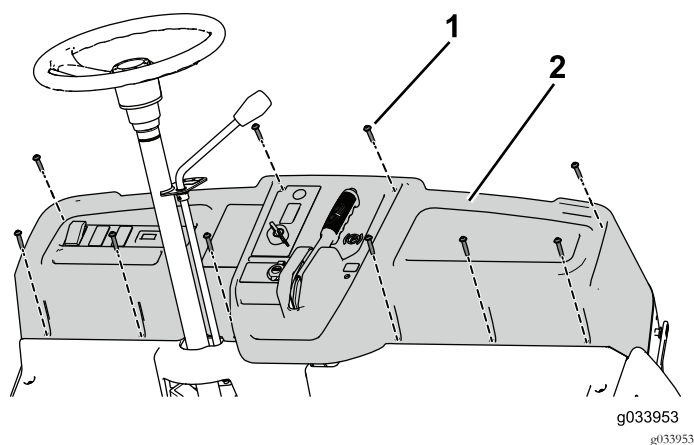

图81
5. 用 10 个螺丝 1/4 x 1-1/4 英寸将仪表板固定到机器上 图81。